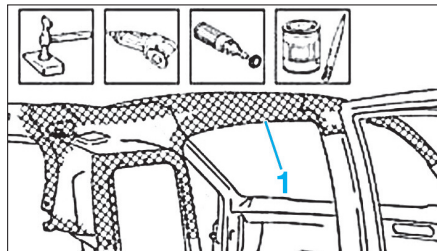

FIG. 48
- Nettoyer les zones (1) (Fig.48) sur le véhicule et sur les pièces neuves.